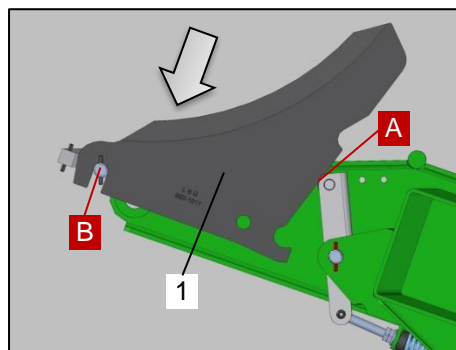

Bild 130: Messer einbauen
- Schwenken Sie das Schneidwerk (Bild 130 / Pos.1) mittels der maschinenseitigen Steuerung komplett aus.
- Entnehmen Sie das Messer (Bild 130 / Pos.2).